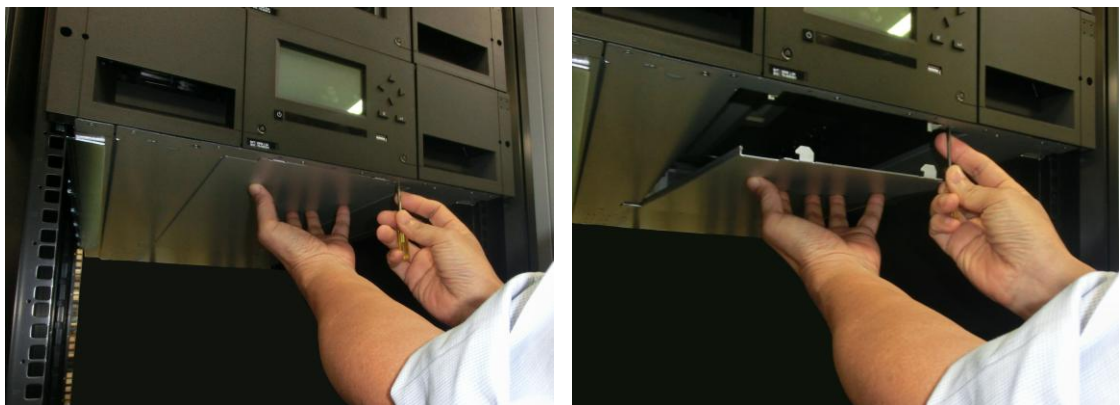

図 1-24 下部カバーを外す
- C) 下部カバーを片手で支えます。小型のマイナスドライバまたはトルクスドライバを穴に差し込み、左方向に約 4 mm スライドさせて、スプリング式のロックをアンロックします。図 1-24を参照してください。